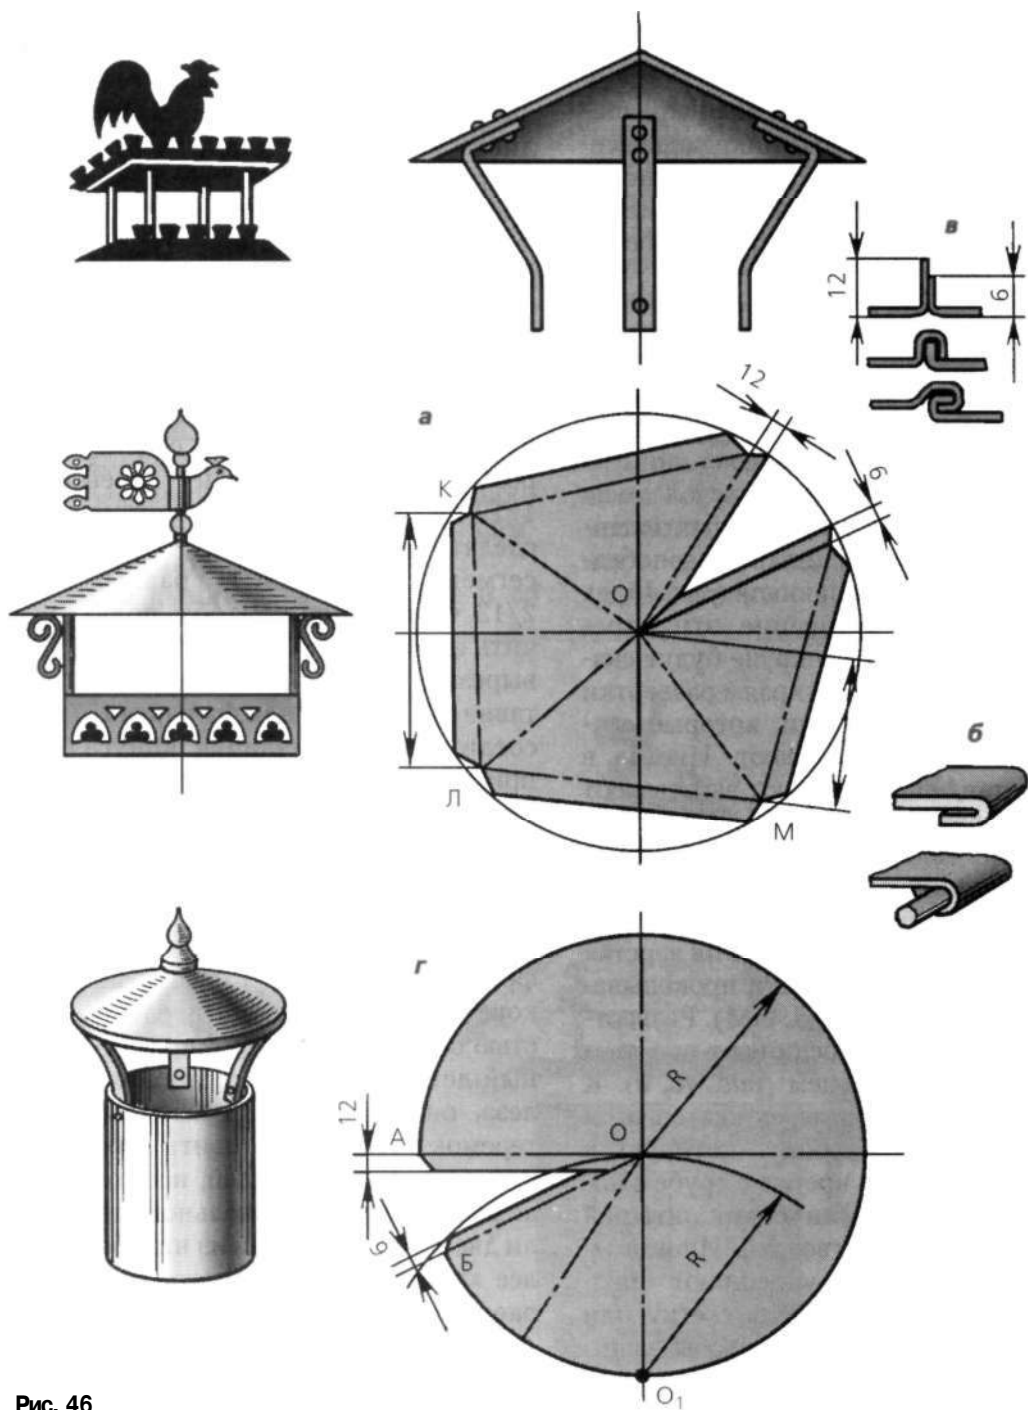

Рис. 46
**Дымники с шатровыми крышами.** Подобные дымники чаще всего называют зонтиками, поскольку они действительно напоминают раскрытые над трубой зонтики (рис. 46).
Развертка пирамидальных зонтиков состоит из четырех равнобедренных треугольников (рис. 46, а). Чем уже основание этих треугольников, тем круче будут скаты у зонтика. По краям развертки оставляют кромки, которыегибают и проковывают. Иногда в оставленные кромки закатывают проволоку толщиной 3—4 мм (рис. 46, б). Это способствует уплотнению краев и делают конструкцию более жесткой. Готовую развертку укладывают на верстак и с помощью киянки проковывают ребра (ОК, ОЛ, ОМ). Разверткугибают и соединяют простым лежащим фальцем (рис. 46, в). К каждому из четырех скатов приклепывают стойку, которую в свою очередь крепят в трубе с помощью металлических штырей или длинных гвоздей. Иногда наверху зонтика укрепляют флюгер, к стойкам крепят сетку или ажурную загородку, чтобы защитить трубу от попадания в нее птиц и осенних листьев.
Над круглыми металлическими трубами обычно устанавливают конические зонтики. Чтобы построить развертку зонтика, имеющего небольшую конусность, на листе кровельной стали чертят круг (рис. 46, г). Через его центр проводят две взаимно перпендикулярные осевые линии. Ножку циркуля ставят в одну из точек пересечения этих линий с окружностью (О). Затем раствором циркуля, равным радиусу, делают на окружности засечку. Полученную точку Б соединяют с центром. Сегмент АОБ будет равен  $1/12$  части круга. Если же желают сделать конус более крутым, то сегмент должен быть равным  $2/12$  частям круга. Чтобы получить из развертки конус, сегмент вырезают, но не полностью, а оставив две кромки для фальцевого соединения. К вершине конуса прибавляют гвоздем выточенную из дерева маковку, придающую дымнику законченный вид.